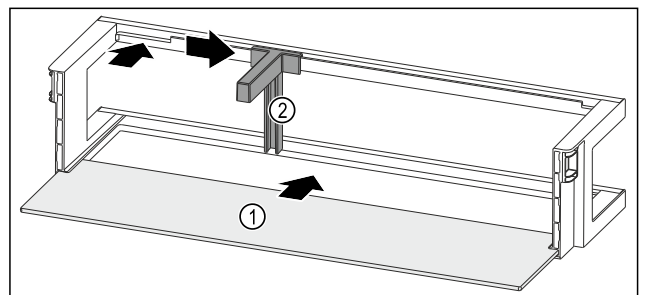

Fig. 125 Balconnet de contre-porte avec tablette de rangement
- ▶ Insérer la tablette de rangement Fig. 125 (1) dans les évidements latéraux.
- ▶ Insérer le porte-bouteilles Fig. 125 (2) dans l'évidement.
- ▶ Pousser le porte-bouteilles Fig. 125 (2) sur le côté en position souhaitée.